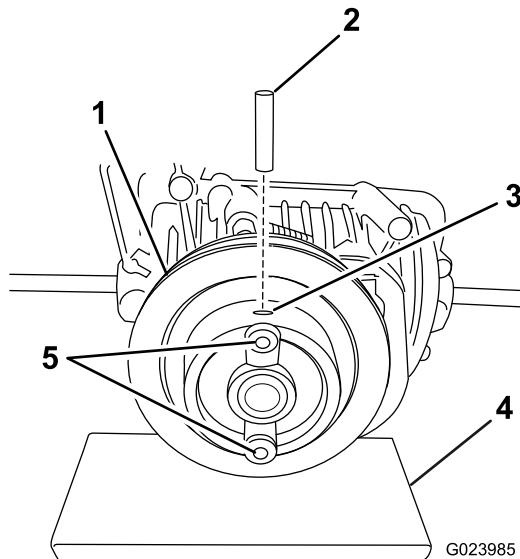

Figure 1
4. Utilisez un marteau et un chasse-goupille pour installer la nouvelle goupille à l'une des 2 extrémités du trou (Figure 1).
Remarque: Soutenez la poulie pendant que vous insérez la goupille pour éviter d'imposer une contrainte excessive à l'arbre d'entrée (Figure 1).
5. Placez les 2 vis du kit dans les 2 trous, comme montré à la Figure 1.